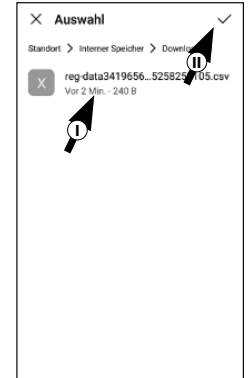

Abb. 80
- 3 Wählen Sie die CSV-Datei aus, welche Sie von Smartphone B per Mail erhalten haben (I). Bestätigen Sie die Auswahl oben rechts mit dem Häkchen (Abb. 80).